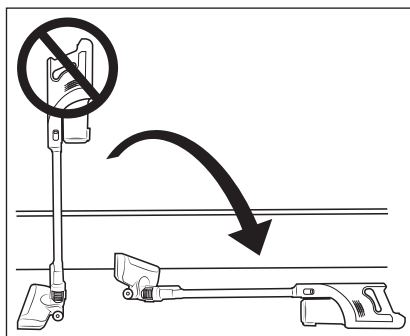

Fig. 9
- No deje la aspiradora en posición vertical cuando interrumpa el funcionamiento o quiera dejar de agarrarla, sino colóquela en el soporte mural **18** o póngela en el suelo en posición horizontal (consulte la fig. 9 y la 10). De lo contrario, podría caerse y dañarse debido a su alto centro de gravedad, así como potencialmente dañar otros objetos con su caída.